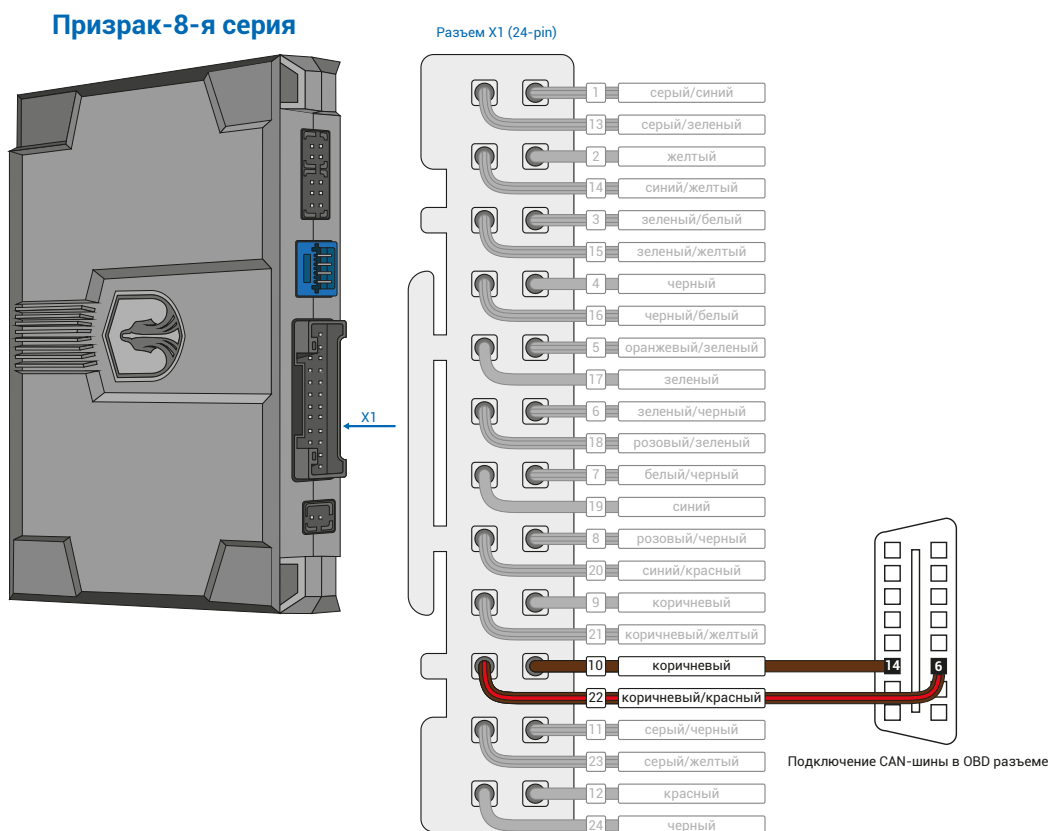

Рис.1 Призрак-8-я серия
1. Осуществите подключение CAN-шины (см. рис. 1) и согласуйте систему Призрак с а/м (см. Integrator).